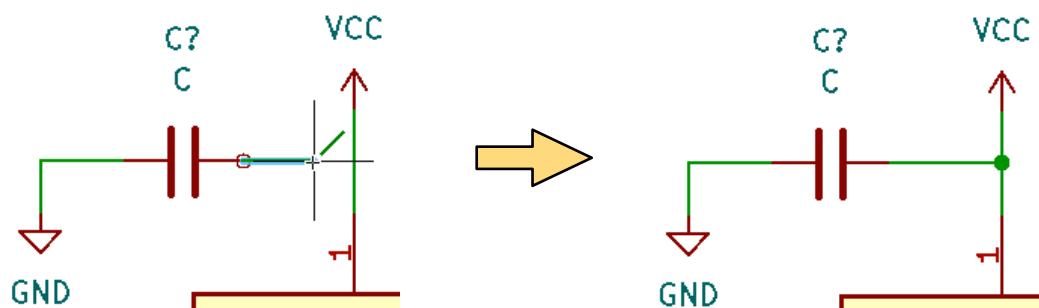

図5-11
- ⑥ 配線が確定すると、手動選択の場合は「ワイヤー追加」モードは継続しますが自動遷移させている場合は「アイテム選択」モードにもどります。
- ⑦ 配線の始点や終点が他の配線の間中点の場合は引いている配線が確定すると、ジャンクションマーク●が自動的に付加されます。図5-11